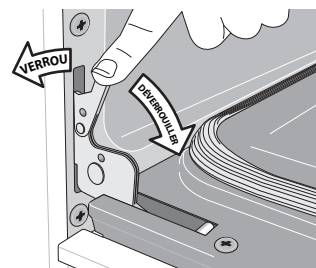

Figure 22 : Verrous des charnières de porte
2. Tirer les verrous des charnières de gauche et de droite complètement vers le bas du cadre de four, vers la porte du four (voir Figure 22). Il peut être nécessaire d'utiliser un tournevis plat.
4. Pousser les verrous de charnière vers le haut et de part et d'autre du cadre de four à la position de verrouillage (voir Figure 22).